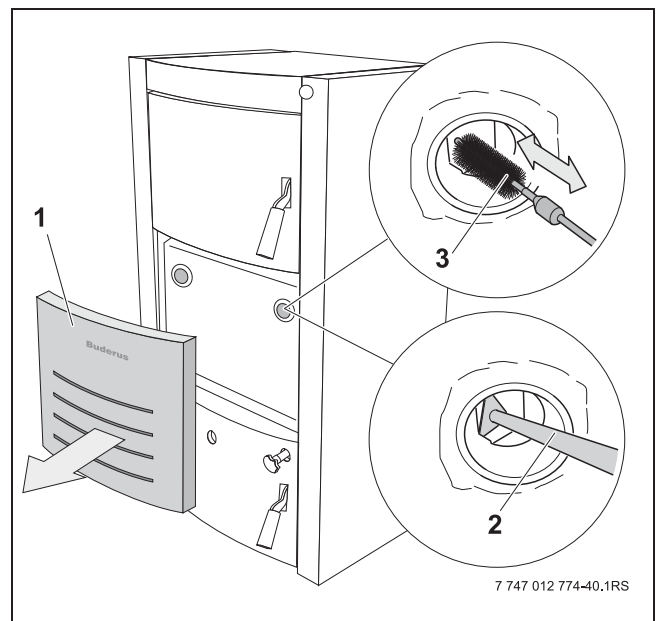

Figura 32 Curățarea orificiilor pentru aerul primar
- Se demontează panoul din față dintre ușa de alimentare și ușa camerei de ardere prin tragere (-> figura 32, poz. 1). În spatele panoului, pe partea stângă și pe partea dreaptă se află câte un orificiu rotund pentru aerul primar.
- Se curăță orificiile cu racleta mică (-> figura 32, poz. 2) și cu peria (-> figura 32, poz. 3) de resturile de cenușă.